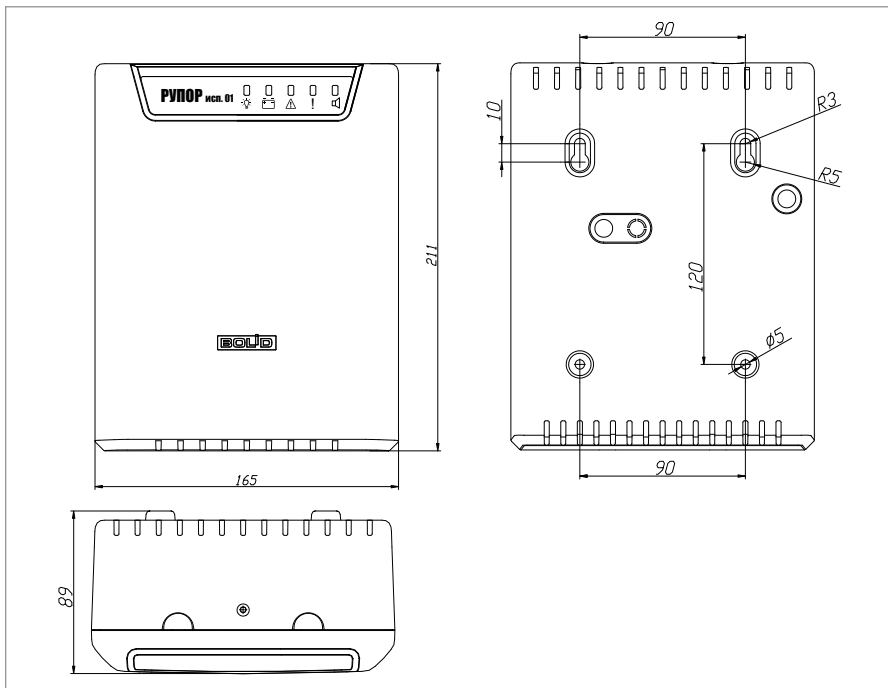

Рисунок 29. Внешний вид, габаритные и установочные размеры блоков
1. Наметьте на стене места для четырех установочных отверстий в соответствии с габаритным чертежом (см. Рисунок 29). Просверлите отверстия.